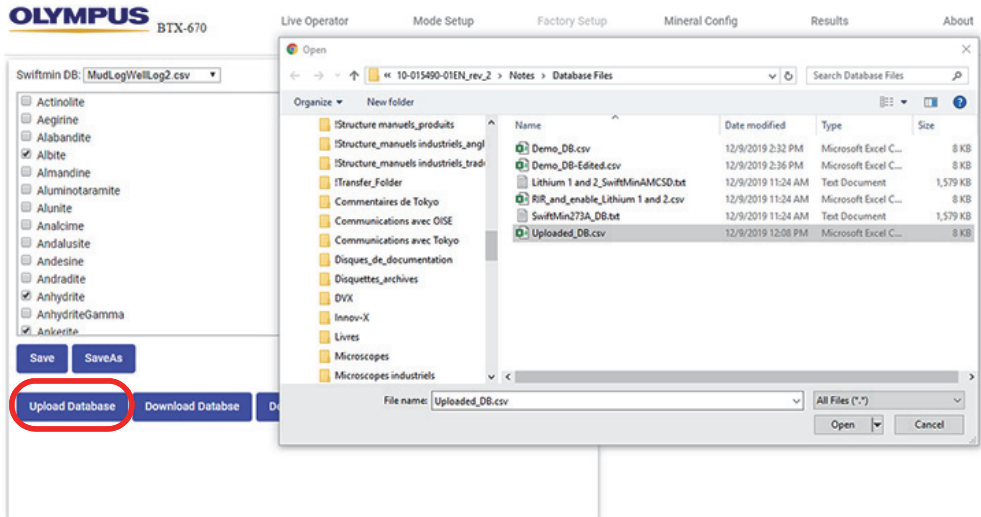

Figura 5-9 Botón Upload Database (Cargar)
1. Pulse **Upload Database** (Cargar base de datos) para abrir una ventana de explorador de archivo (ver Figura 5-9 en la página 83).